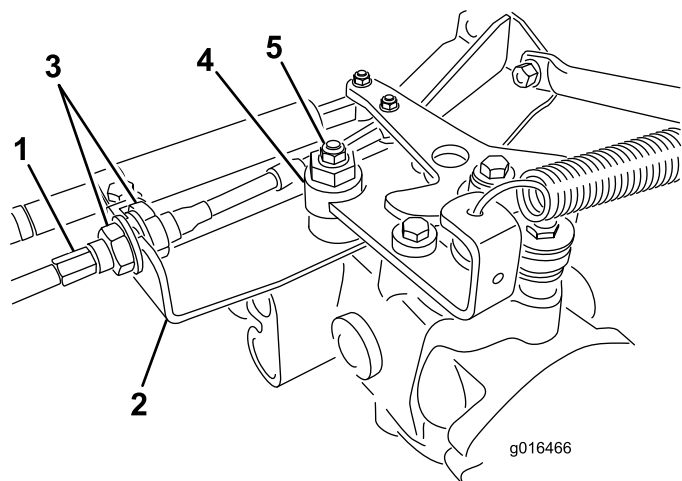

Figura 41
- A. Slăbii ambele contrapiulie care fixează cablul de comandă al traciunii la placa despărtoare de pe sistemul hidrostatic (Figura 41). Asigurați-vă că respectivele contrapiulie sunt slăbite în mod egal și suficient pentru a permite reglarea.
Notă: Slăbiți piulița care fixează excentricul la partea superioară a hidrostăului (Figura 41).
- E. Când roata se oprește, strângeți contrapiulița excentricului și reglajul (Figura 41).
- G. Din fiecare parte a plăcii despărtoare, strângeți uniform contrapiulițele, fixând cablul de traciune pe placă (Figura 41). Nu răsuciți cablul.